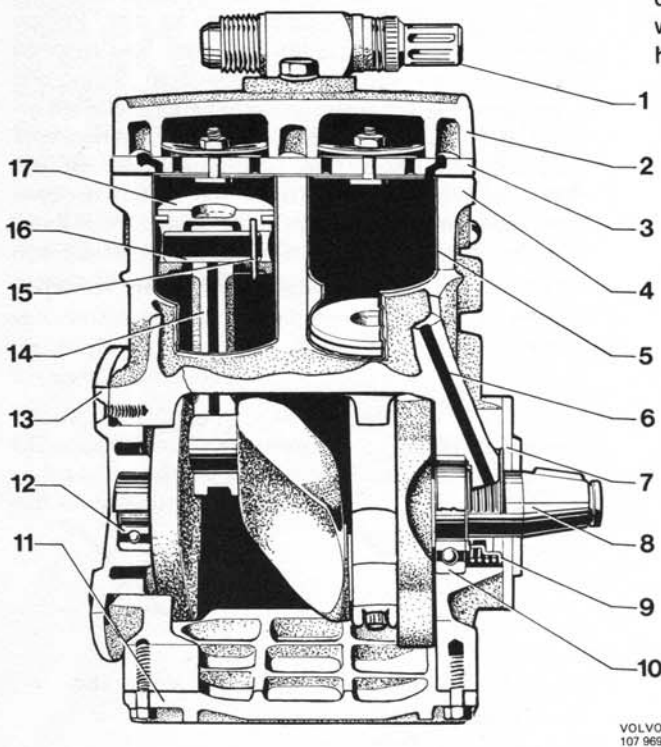

Abb. 19 Kältemittelkompressor
Der Kompressor ist ein zweizylindriger Kolbenkompressor mit einem Kurbelgehäuse (4, Abb. 19) aus Aluminiumguß. Im Kurbelgehäuse sind Zylinderlaufbuchsen (5) aus Grauguß eingegossen. Die Kompressor-Kurbelwelle (8) ist aus Stahlguß und in einem Stück gefertigt. Sie ist auf zwei Kugellagern gelagert. Das vordere Lager (10) ist direkt in das Kurbelgehäuse eingebaut, das hintere Lager (12) dagegen in ein Lagergehäuse (13), das am Kurbelgehäuse festgeschraubt ist. Zur vorderen Kurbelwellendichtung (9) gehört ein federbelasteter Graphitring, der mit der Kurbelwelle rotiert. Die Dichtungsfläche der Graphitscheibe gleitet an einer feingeschliffenen Fläche der Kurbelgehäuse-Stirnwand (7). Die Pleuelstangen (14) sind aus Aluminium. Jeder Pleuelstange ist mit 1 Pleuelbolzen bespannt. Die Pleuelstangen (14) sind ebenfalls aus
Für die Schmierung des Kompressors wird der Druckunterschied ausgenutzt, der zwischen Kurbelgehäuse und dem Hohlraum auf der Saugseite herrscht. Der Ölschaum, der sich durch die Rotation der Pleuelstange bildet, wird durch eine Ölbohrung (6, Abb. 19) zwischen Kurbelgehäuse und dem besagten Hohlraum zum vorderen Lager der Pleuelstange und zur Pleuelstange gedrückt. Die übrigen Teile des Kompressors werden vom Ölschaum geschmiert, der im Kurbelgehäuse umherschwappt.